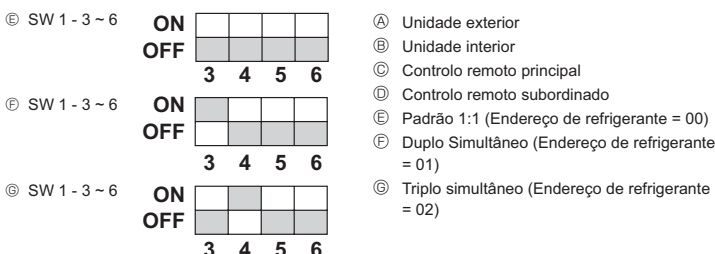

Fig. 10-1
10. Controlo do sistema (Fig. 10-1)